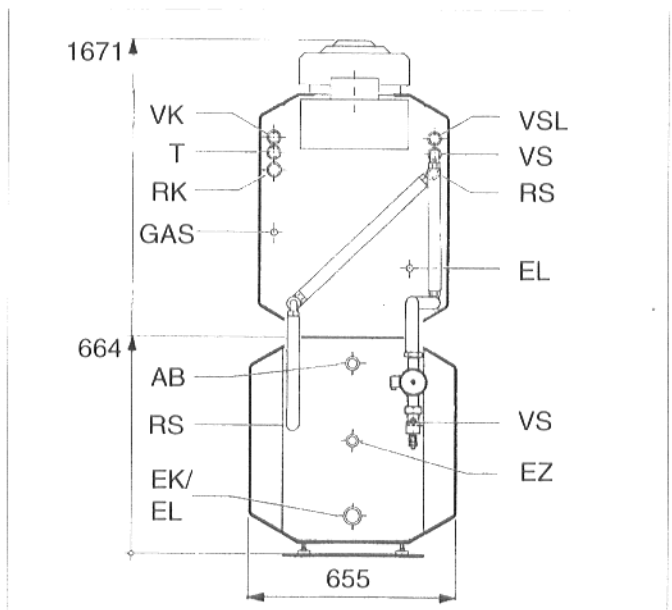

Abb. 2: Rückansicht; Anschlüsse wie Lieferzustand
1. wie im Lieferzustand vorgesehen nach Abb. 2.
### Erklärung zu Abb. 2 und 3: